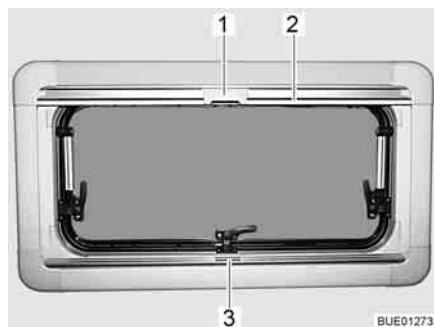
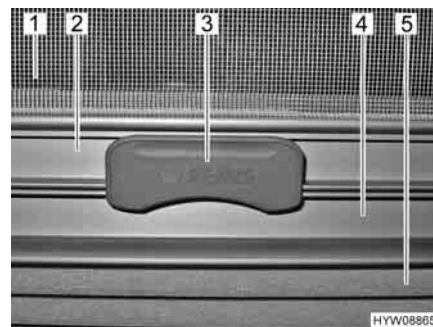

Fig. 54 Finestra apribile
Fig. 55 Aggancio
La tendina oscurante pieghevole (Fig. 55,5) è montata nella cassetta inferiore.
Chiusura: ■ Afferrare la tendina oscurante pieghevole per la parte centrale della barra di presa (Fig. 54,3 e Fig. 55,4), tirarla dal basso verso l'alto e rilasciarla nella posizione desiderata. La tendina oscurante pieghevole rimane in questa posizione.
La zanzariera a rullo (Fig. 55,1) è montata nella cassetta superiore.
Chiusura: ■ Tirare la zanzariera a rullo accompagnandola con la barra di presa (Fig. 54,2 e Fig. 55,2) verso il basso, fino a quando la barra di presa non arriva a contatto con la tendina oscurante pieghevole (Fig. 55,4).
■ Bloccare l'aggancio (Fig. 54,1 e Fig. 55,3) della zanzariera a rullo nella barra di presa della tendina oscurante pieghevole. Se l'aggancio risulta bloccato, la tendina oscurante pieghevole e la zanzariera a rullo possono essere spostate insieme.
Apertura: ■ Premere in alto l'aggancio (Fig. 55,3) sulla zanzariera a rullo.
■ Ricondurre lentamente la zanzariera a rullo accompagnandola con la barra di presa (Fig. 54,2).